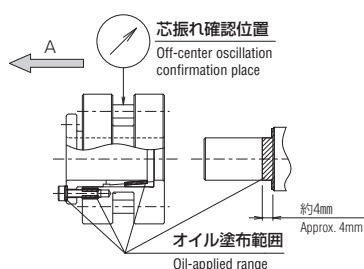
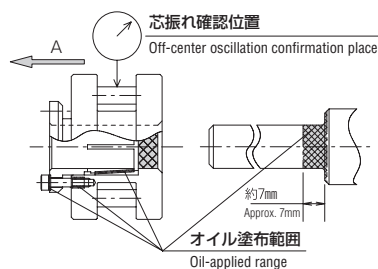

図1 Fig.1
図3 Fig.3
- 軸のローラピニオンと直接接触する部分と、締結具各テーパ接触部、ロックボルトネジ部、頭部座面に、オイル又はグリスを軽く塗布して下さい。(図1、3、5)
Lightly apply oil or grease to shaft which directly contacts with roller pinion, tapered area of clamping tool, screwed area and head seat of lock bolt (Fig. 1, 3 and 5).
芯振れはローラピニオンのローラ部の回転時の振れ量を確認して下さい。(図1、3、5 P.29 取付精度表参照)
Confirm off-center oscillation between roller pinion and shaft during operation (Fig. 1, 3 and 5 refer to list of mounting precision P.29).
- 注4. ロックボルト締め付け時、ローラピニオンは、図1・図3矢印A方向へ、若干移動します。カムラック側面との干渉に注意して下さい。(CPA1010B～CPA3212B、CPC3212A、CPS1610A～CPS2510A対象)
Since the roller pinion moves slightly in the arrow A direction of Figs. 1 and 3 when the lock bolts are fastened, watch out the roller pinion for the interference with the gear side (for CPA1010B to CPA3212B, CPC3212A, and CPS1610A to CPS2510A types).